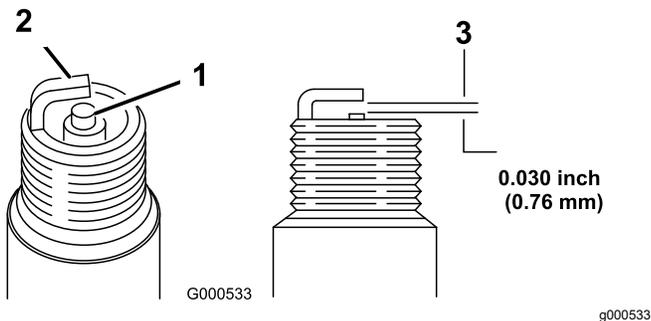

Figure 27
- Réglez l'écartement des électrodes à 0,76 mm ; voir Figure 27.